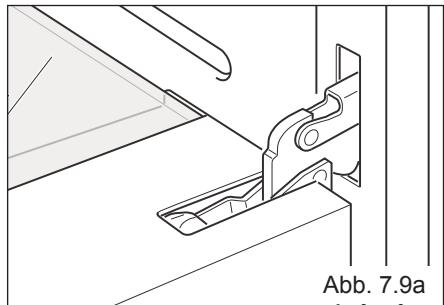

Abb. 7.9a
- Die Tür ganz öffnen (Abb. 7.9a).
- Entriegeln Sie die Tür, indem Sie sie vollständig öffnen und die Haltebügel "A" auf den linken und rechten Türarm schieben (Abb. 7.9a).